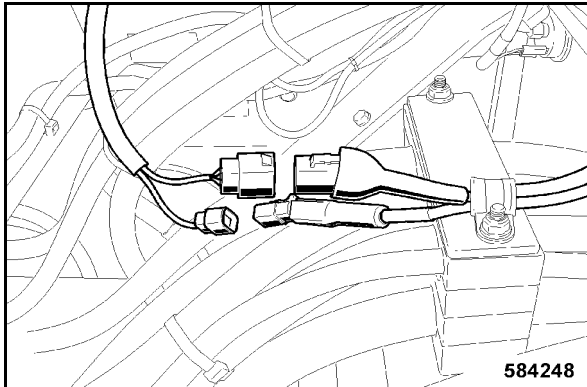

fig. 226
- Effectuer les branchements par connecteurs du climatiseur (fig. 226).